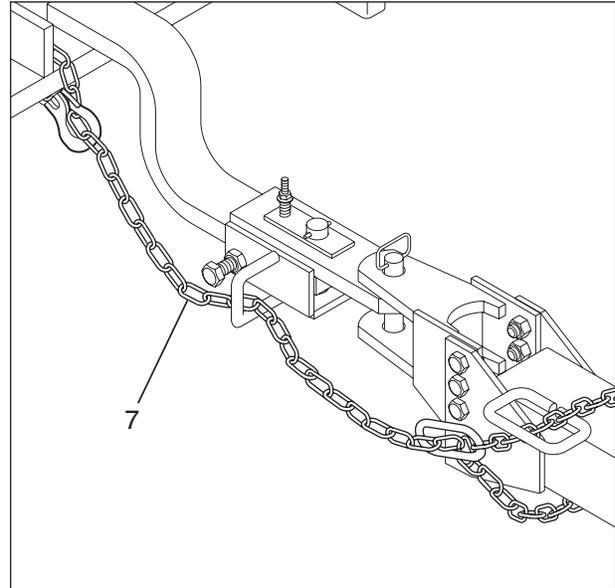

Figure 89 Chaîne de sécurité
ATTENTION: Attacher de façon sécuritaire au véhicule de tire. Utiliser une goupille d'attache renforcée aux dimensions appropriées avec un système de retenue mécanique et attacher une chaîne de sécurité d'une capacité d'au moins 20,000 lbs (9071 kg) (item 7 à la figure 89).